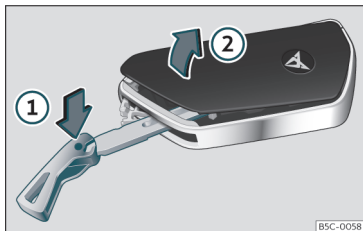

Fig. 76 Chiave del veicolo: aprire il coperchio del vano batteria.
- Introdurre lo spadino nella fessura >>> **fig. 76**, premendolo in direzione della freccia ① e sollevare il coperchio facendo leva ②.